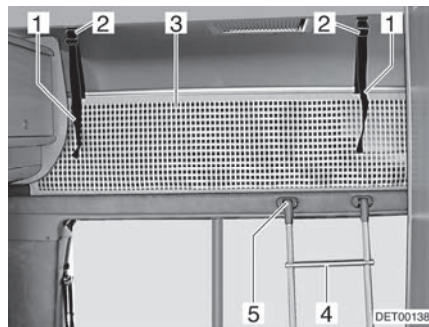

Bild 96 Alkovenbett
Zum Besteigen des Alkovenbetts die serienmäßig beigelegte Aufstiegsleiter (Bild 96,4) benutzen.
- Leiter mit den Holmen in Halterung (Bild 96,5) an der Alkovenblende einhängen.
Das Sicherungsnetz (Bild 96,3) ist serienmäßig zwischen Matratze und Lattenrost verstaut. Das Sicherungsnetz erst aufspannen, wenn sich die Personen bereits im Alkoven befinden.
- Haltebänder (Bild 96,1) in Halterungen (Bild 96,2) an der Decke einrasten lassen.